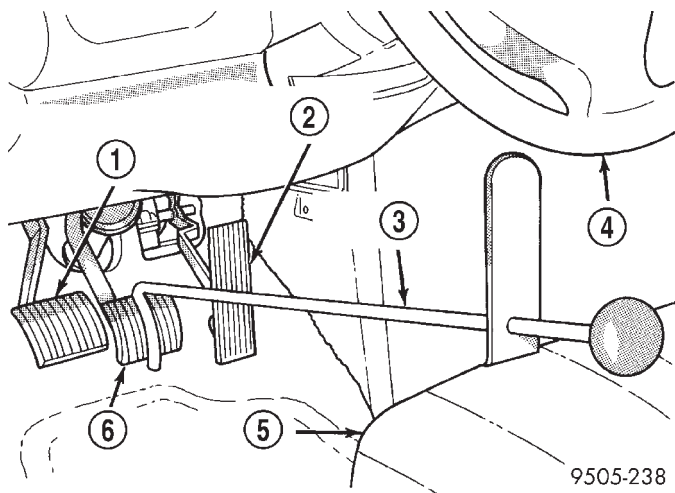

Fig. 17 Herramienta de sujeción de pedal de freno
(1) Utilizando una herramienta de sujeción de pedal de freno como se muestra en la (Fig. 17), oprima el pedal de freno superando los primeros 25